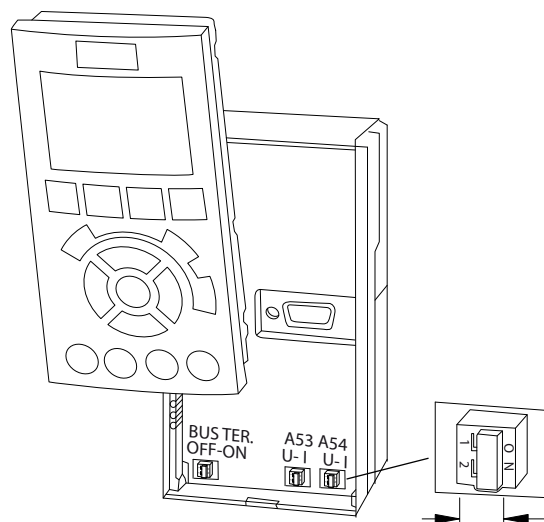

図 5.23 端子 53 と 54 スイッチの位置
- スイッチ (バス終端) が、バス終端抵抗のコントロール・カードに提供されています。図 5.23 を参照してください。